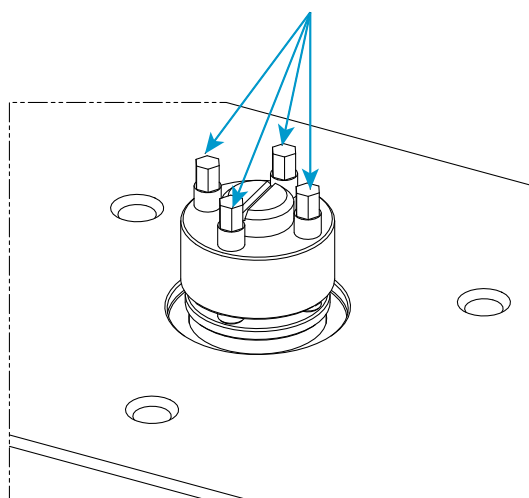

Figura 20. Gruppo tensionatore meccanico
10. Utilizzare la chiave dinamometrica (80-9-11) con la corrispondente bussola esagonale da 5 mm (67-4-29) fornita nel kit del tensionatore meccanico per serrare le quattro viti di fissaggio (mostrate in Figura 20) sul tensionatore meccanico a 14 N·m (10,3 ft·lb) secondo la seguente procedura: